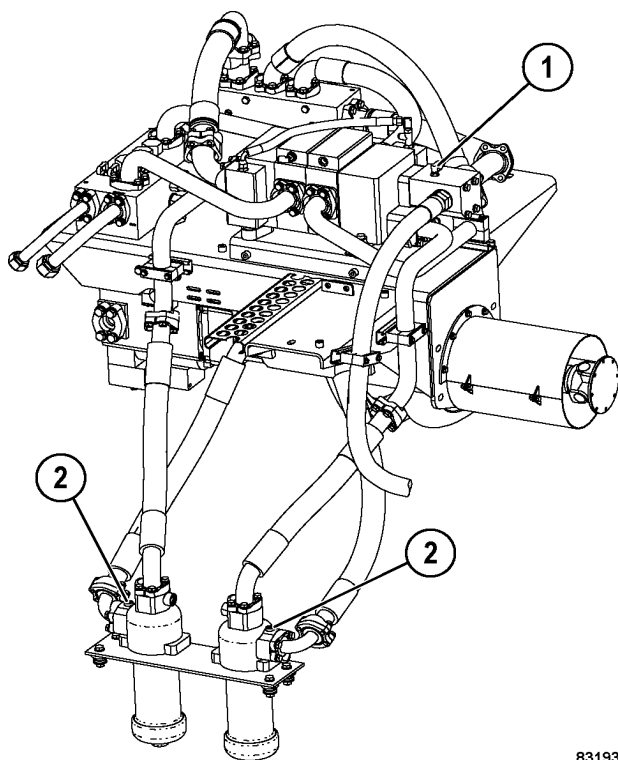
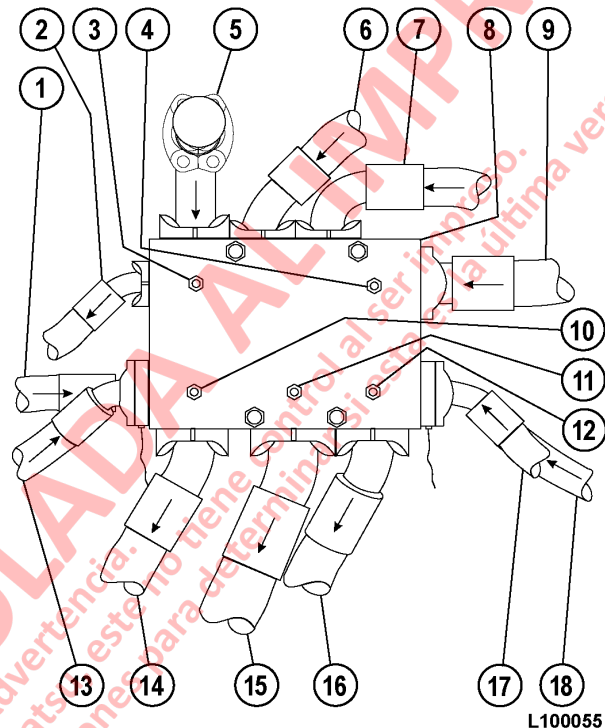

FIGURA 10-12. PUERTOS DE PRUEBA DE PRESIÓN
FIGURA 10-15. MÚLTIPLE DE ACEITE DE RETORNO DE ELEVACIÓN/FRENO
1. Instale un indicador de baja presión de 1 000 kPa (100 psi), en el puerto de prueba del circuito de enfriamiento de frenos (1, Figura 10-12) de la válvula de elevación para observar la presión de aceite de enfriamiento de frenos delantera.
3. Instale un indicador a 25 000 kPa (3.500 psi) en cada puerto de prueba de presión del filtro de la bomba de elevación (2, Figura 10-12).
4. Instale un indicador de baja presión de 1 000 kPa (100 psi), en el puerto de prueba (3, Figura 10-15) en el múltiple de retorno de elevación/freno observe la presión de suministro de aceite de enfriamiento de frenos trasero.
- ☐ La presión en el circuito de enfriamiento de los frenos delanteros (1, Figura 10-12) y en el circuito de enfriamiento de los frenos traseros (3, Figura 10-15) debe ser de aproximadamente 172 kPa (25 psi) o menos.